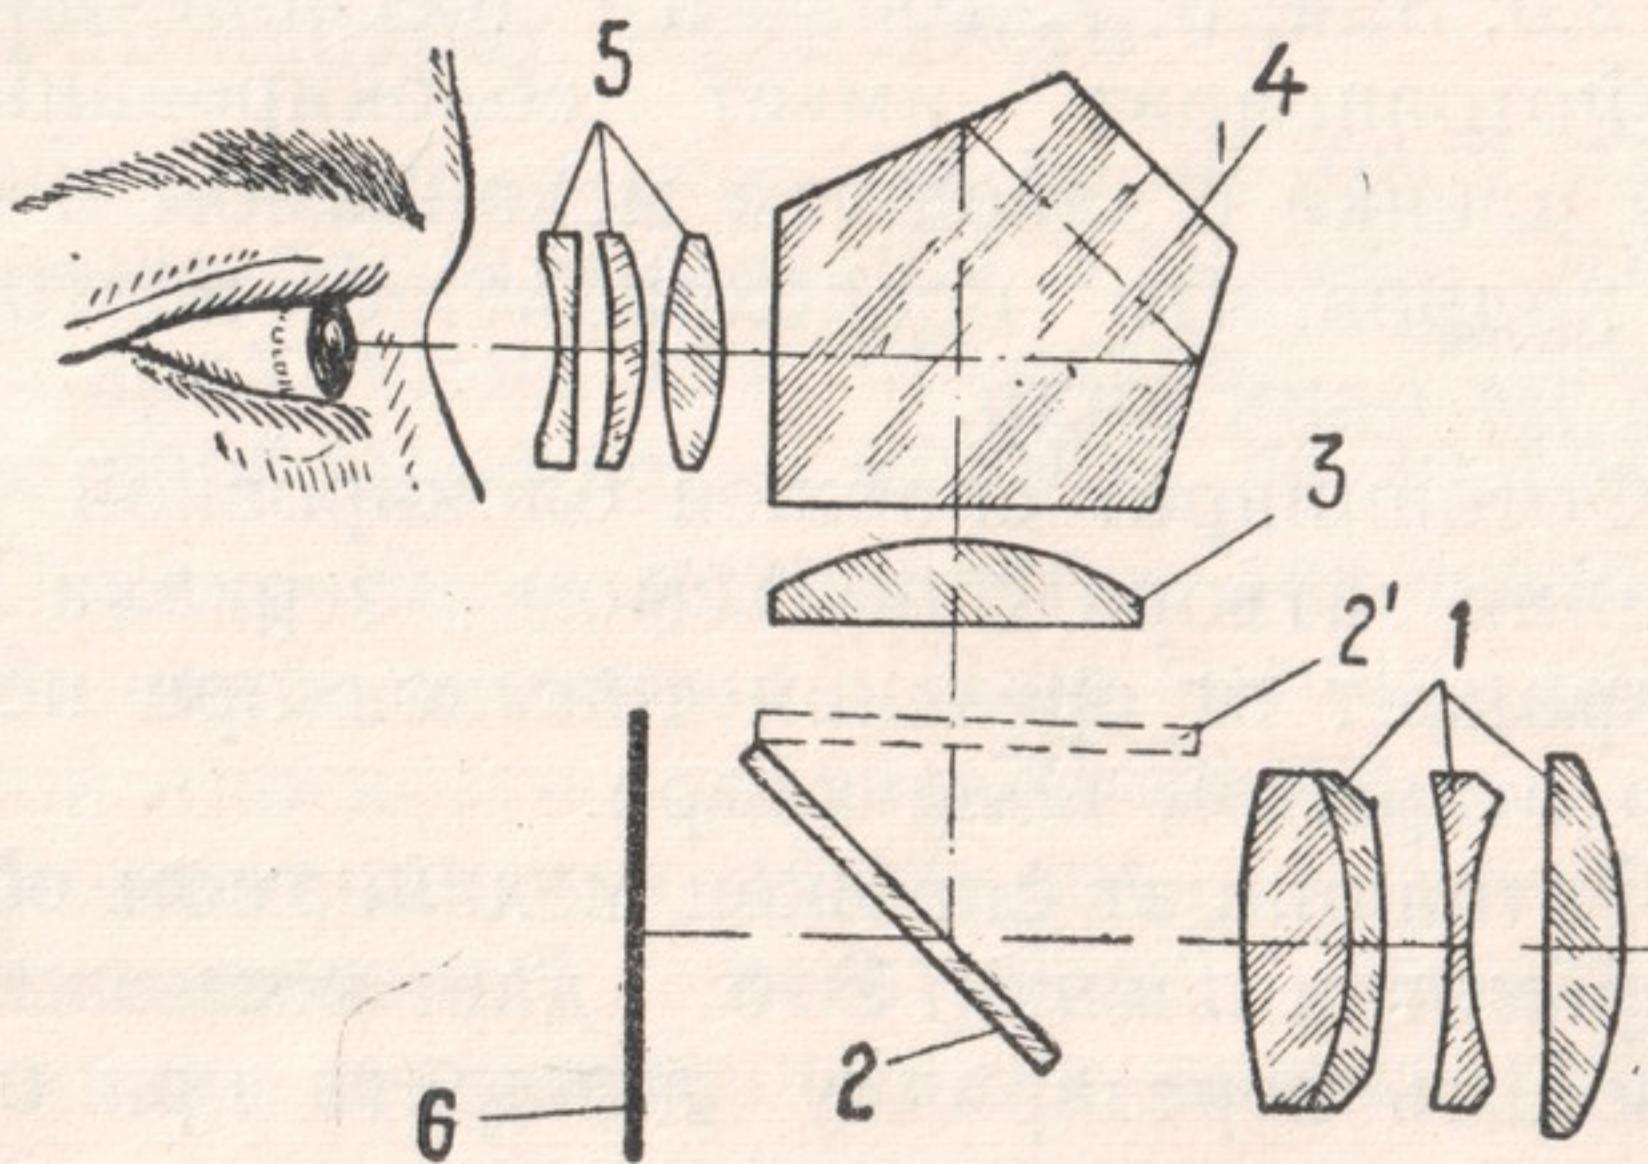

Рис. 1.
1. Зеркальный видоискатель схематически изображен на рис. 1. Он работает совместно с объективом 1 и состоит из откидывающегося зеркала 2, плоско-выпуклой линзы 3, плоская